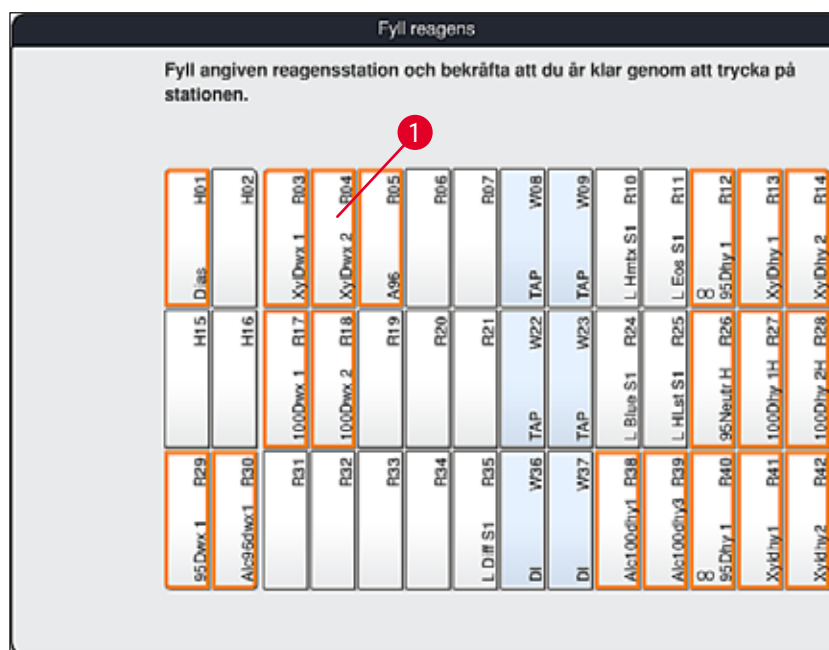

Bild 55
2. I det nya fönstret **Fyll reagens** (→ "Bild 55") är de stationer som ska fyllas markerade med orange (→ "Bild 55-1").
Endast användardefinierade och tillagda reagenser från Leica-infärgningsprogram får en orange markering (→ "Bild 55"). Därefter skannas reagenserna från Leica Reagent Kit (→ Sida 81 – Fylla på reagenser från Leica Reagent Kit).